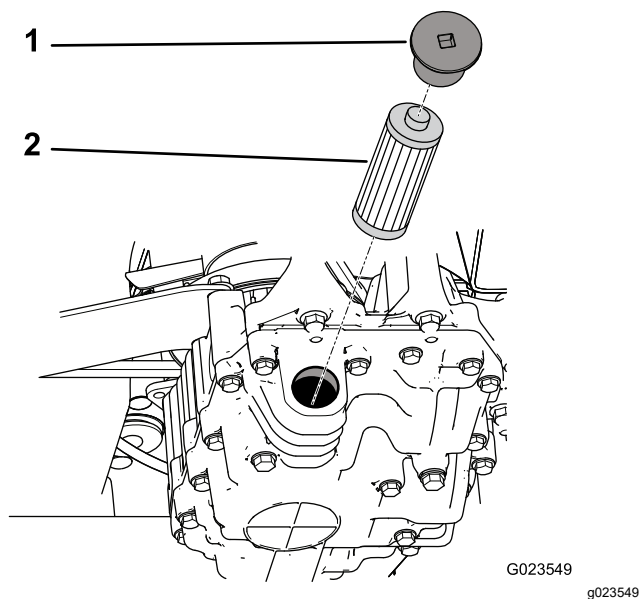

Figure 70
4. Retirez le chapeau du filtre et sortez le filtre de la transmission (Figure 70).